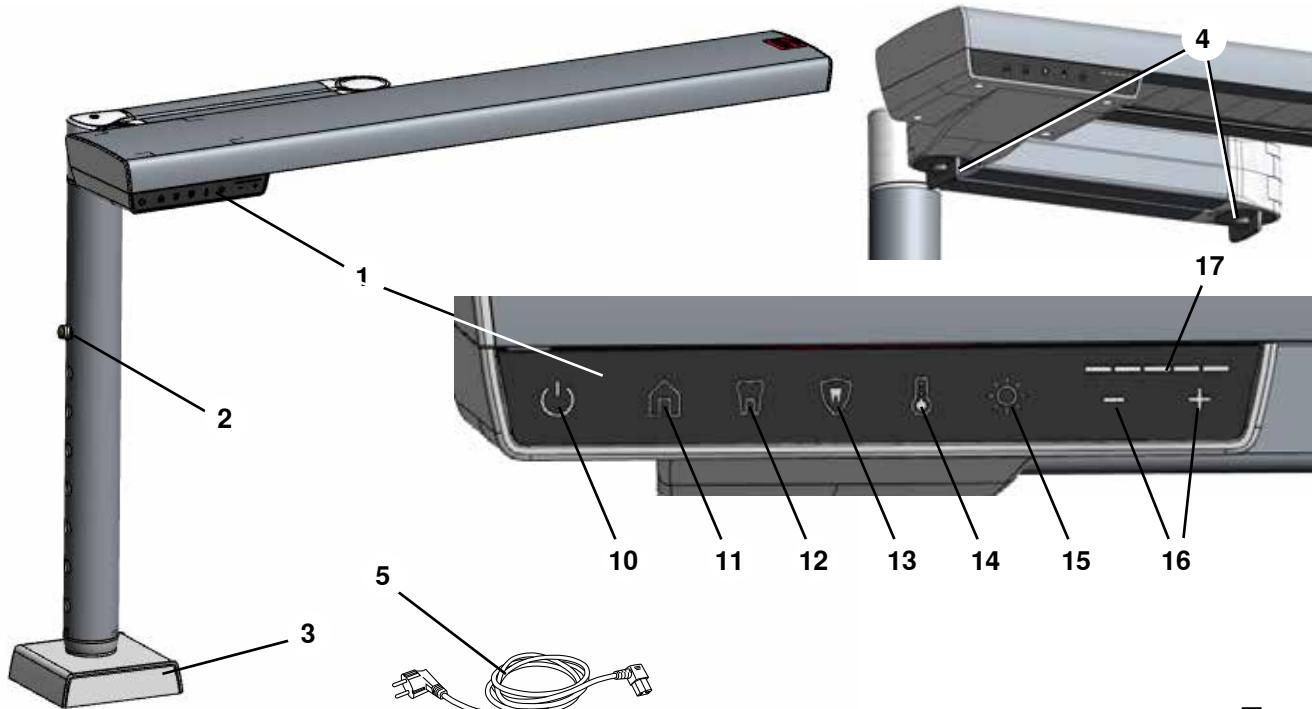

図 1
⇒高さ調節ロック (2、図1) を押し込み、ベース上のインナーチューブを最大位置まで引き出します。
適切な取り付け位置を決定するには、ジョイントロック (図1の4) を緩め、前に説明した最適な位置に作業場ランプを移動できることを確認します (4.2.1章)。
- ◆ 明るさボタン(15、図1)が点灯します。
- ◆ 現在の明るさがインテンシティディスプレイ(17、図1)に表示されます。